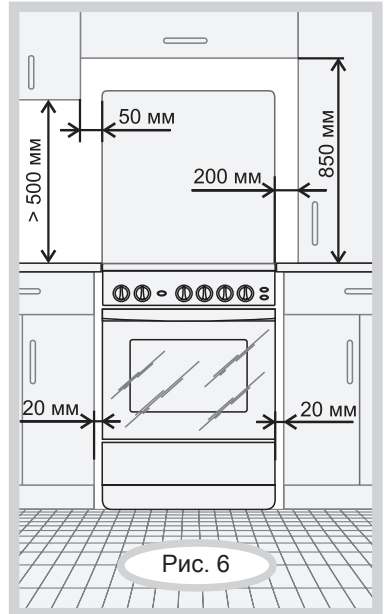

Рис. 6
- Расстояния, которые необходимо выдержать при установке плиты, показаны на рис. 6. Задняя стенка плиты должна отстоять от поверхности стены не менее чем на 50 мм. Уровень варочной поверхности плиты должен быть не ниже уровня столешницы. Торцы мебели на уровне варочной поверхности стола защитить металлическими накладками.